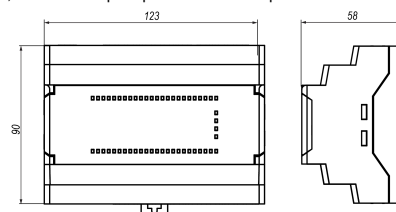

Рисунок 2 – Габаритные размеры прибора
1. Подготовить на DIN-рейке место для установки прибора в соответствии с размерами прибора (см. рисунок 2).